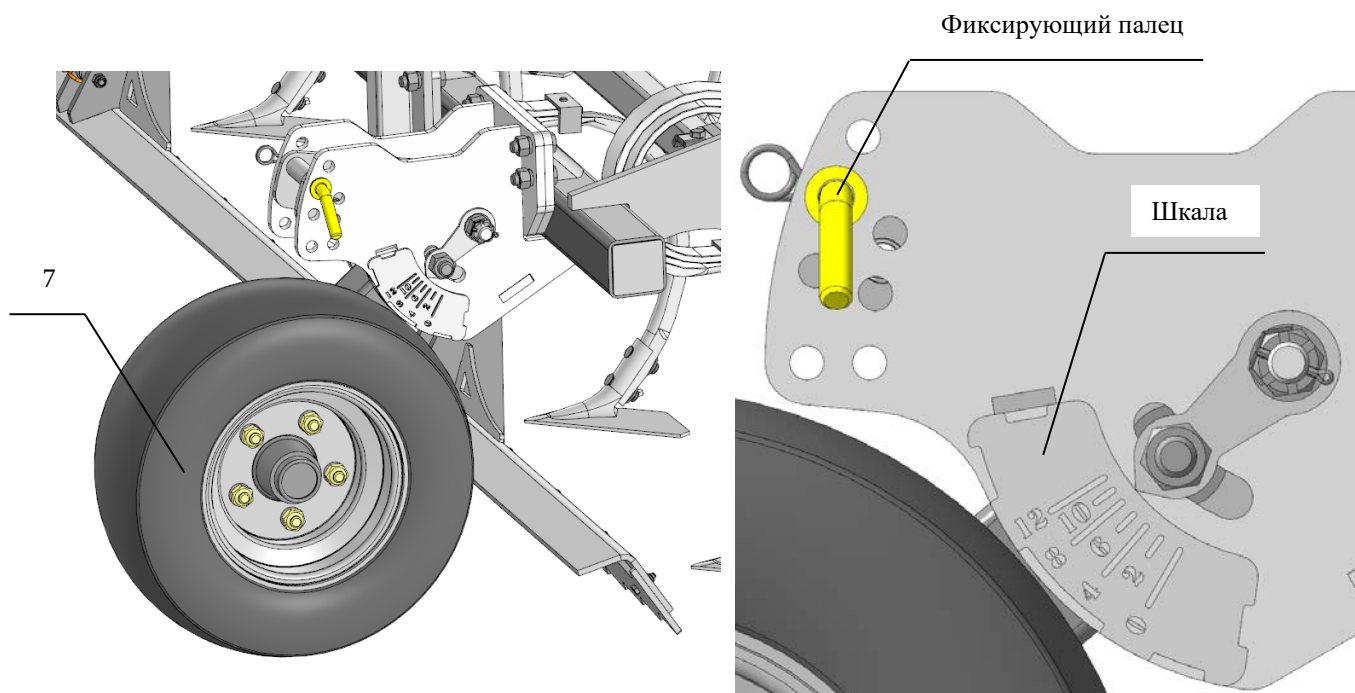

Рис.4 КБМ(Т)-12-4П-Г(Ш)1К-ВС Опорные колёса.
- 4.7. Опорные колеса 7 (рис. 4) имеют механизм регулировки глубины обработки почвы по специальной шкале, с фиксацией установленного положения. Наружные отверстия под фиксирующий палец соответствуют отметкам на шкале 0-4-8-12, а внутренние, соответственно 2-6-10.